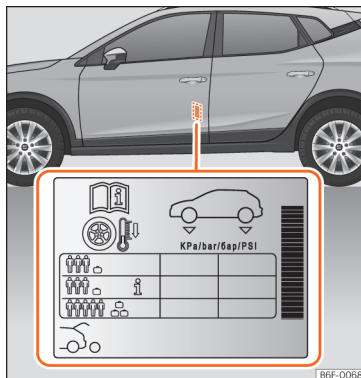

Fig. 201 Localização do autocolante da pressão de ar dos pneus.
- Adapte a pressão dos pneus à carga transportada pelo veículo »» **Fig. 201**.
Os valores da pressão de enchimento indicam-se na etiqueta autocolante situada na zona posterior da moldura da porta dianteira esquerda »» **Fig. 201**.
Dependendo do veículo, pode adaptar-se a pressão de ar dos pneus para meia carga para aumentar o conforto de condução (pressão de ar dos pneus **i** »» **Fig. 201**). Quando se circula com a pressão de ar de conforto, o consumo de combustível pode aumentar ligeiramente.
A pressão dos pneus tem de ser ajustada à carga momentânea do veículo. Se pretender utilizar o veículo com a carga máxima, terá de aumentar a pressão dos pneus para o valor máximo indicado na etiqueta »» **Fig. 201**.
No caso de uma roda de emergência mais estreita (125/70 R16 o 125/70 R18), encher a 4,2 bar de pressão segundo indicado na etiqueta de pressão dos pneus »» Fig. 201.
- O condutor é responsável por garantir que todos os pneus do veículo estejam cheios com a pressão correta. A pressão de ar recomendada está indicada num autocolante »» Fig. 201.
- Com os pneus a frio, deve manter-se sempre a pressão indicada no autocolante »» Fig. 201.